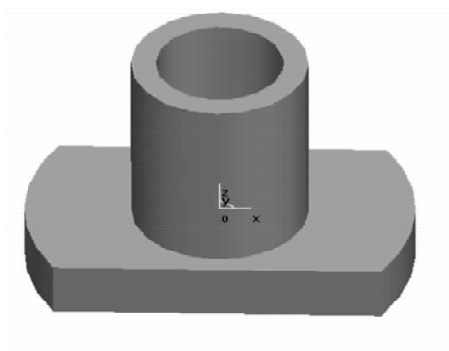

图 6-10 拉伸增料
8. 单击“拉伸增料”图标，设定拉伸类型为“固定深度”，深度值为 65，单击“确定”按钮，结果如图 6-10 所示。